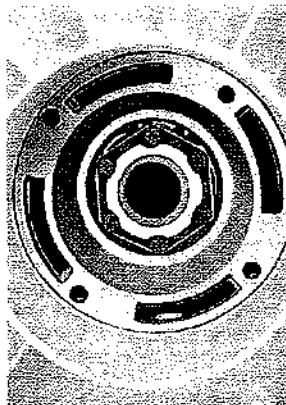

Fig. 77
- Posizionare i tasselli su semigiunto ventola utilizzando un anellino in gomma o simile (Fig. 77).